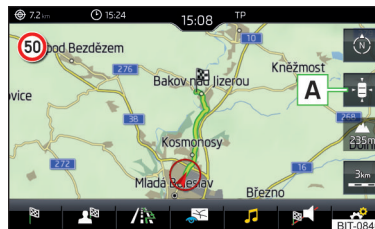

Fig. 226
► To **centre the map**, tap on function surface **A** » Fig. 226.